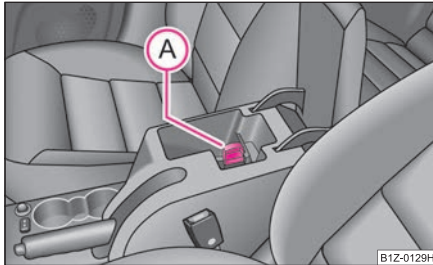

Fig. 108 Cotiera: Răcirea
- Trageți încuietoarea în sus în poziția **A** ⇒ fig. 108.